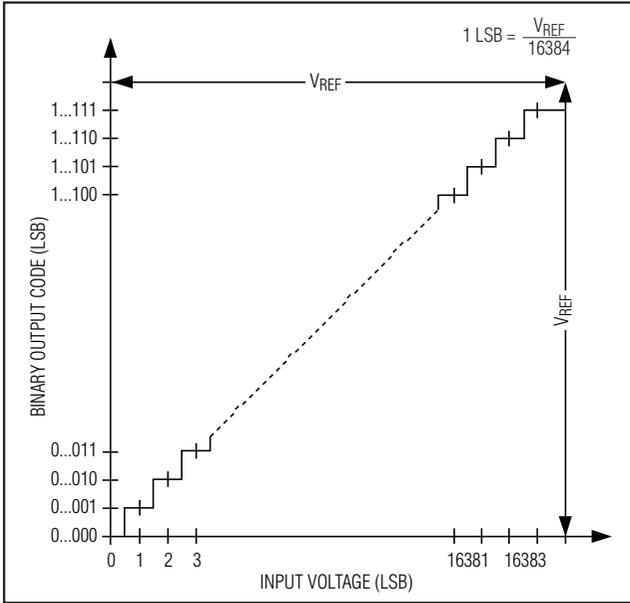
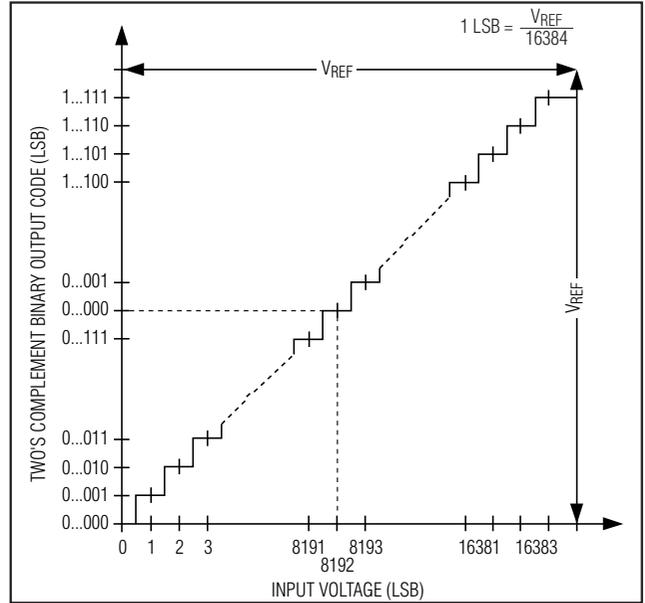

图 14. 单极性传输函数
图 15. 双极性传输函数
在单极性输入模式下，数字输出为标准二进制格式 (图 14)。在双极性输入模式下，数字输出为二的补码格式 (图 15)。数据在 SCLK 下降沿同步输出，MSB 先出。
MAX1146-MAX1149 输出数据编码在单极性模式时为二进制格式，双极性模式时为二的补码格式， $1\text{ LSB} = (V_{\text{REF}}/2^N)$ ，其中 N 为位数 (14)。量化电平分界点位于相邻整数倍 LSB 值之间的中点。图 14 和图 15 分别为单极性和双极性输入/输出 (I/O) 的传输函数。